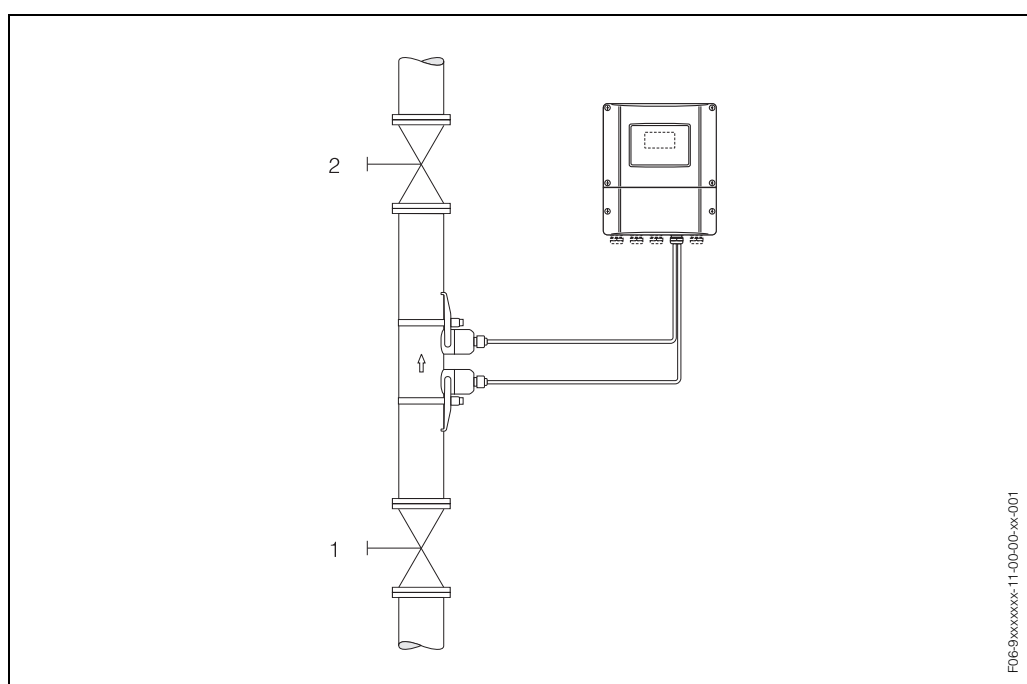

Fig. 45: Ajuste del punto cero y válvulas de paso
- El ajuste del punto cero ha de realizarse con tuberías completamente llenas y con el líquido en reposo ($v = 0$ m/s). Esto se consigue, por ejemplo, con válvulas de paso que cierran el paso corriente arriba y/o corriente abajo del dominio de medida o, también, utilizando las válvulas y compuertas ya existentes (Fig. 45).